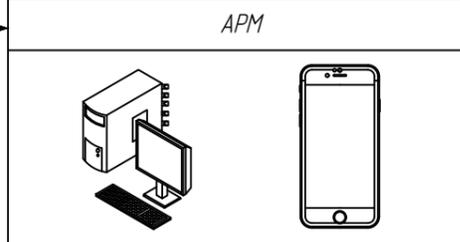

Рисунок 1 - Структурная схема передачи данных
- 1.2. Изделие выполняет сбор данных от индивидуальных приборов учёта энергоресурсов электроэнергии и передаёт эти данные на верхний уровень системы. Верхний уровень системы состоит из сервера ввода / вывода, сервера баз данных и АРМ оператора (рисунок 1).
- 1.5. Преобразователь интерфейсов ведёт информационный обмен с устройством мониторинга УМ-31 SMART. Устройство мониторинга УМ-31 SMART ведёт информационный обмен с верхним уровнем системы через сеть сотовой связи GSM или по локальной вычислительной сети по проводному интерфейсу Ethernet. При этом данные в обоих случаях передаются на верхний уровень системы через облачный сервер баз данных в сети Интернет (рисунок 1).